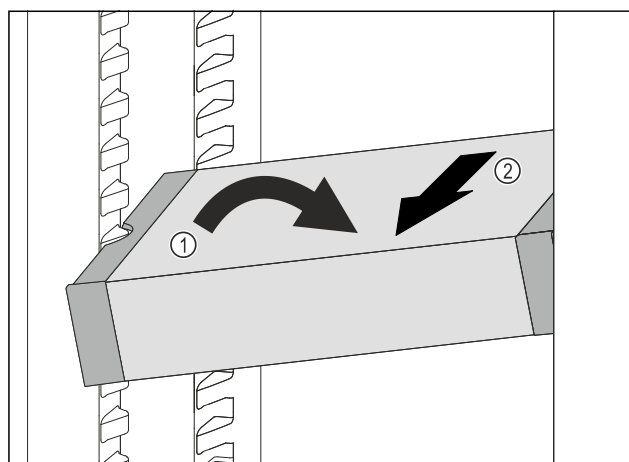

Fig. 93
- ▶ VarioSafe postavte v chladničce šikmo. Fig. 93 (1)
- ▶ VarioSafe odeberte směrem dopředu. Fig. 93 (2)